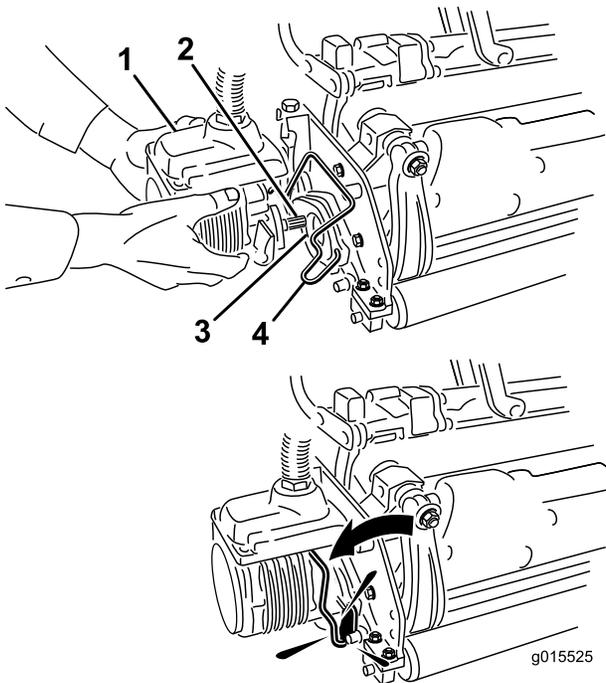

Bild 37
6. Schmieren Sie Keilwelle des Mähwerkmotors mit sauberem Schmiermittel ein (Bild 37).
7. Setzen Sie den Motor in die linke Seite des Mähwerks (aus Sicht der Bedienerstellung) und ziehen Sie die Motorbefestigungsstange am Mähwerk zum Motor, bis Sie einen deutlichen Klicken von beiden Seiten des Motors hören (Bild 37).